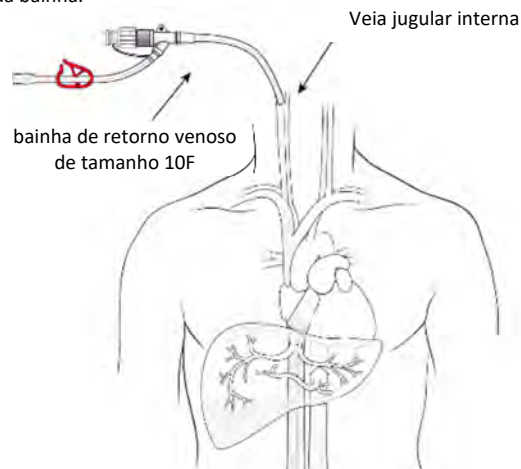

Figura 22
- (a) Ligue a torneira ao tubo da porta lateral da bainha. Utilizando a técnica de Seldinger padrão (com orientação ecográfica), insira a bainha de retorno venoso na veia jugular interna (de preferência na veia jugular interna do lado direito, ver Figura 22). Irrigue a bainha com soro fisiológico normal heparinizado. Feche a torneira. É necessário recurso a orientação sonográfica e uma punção única da parede anterior da veia para evitar a punção inadvertida da artéria carótida. Se a artéria carótida for puncionada inadvertidamente, o procedimento tem de ser abortado e adiado. Insira o obturador através da válvula após colocação da bainha.